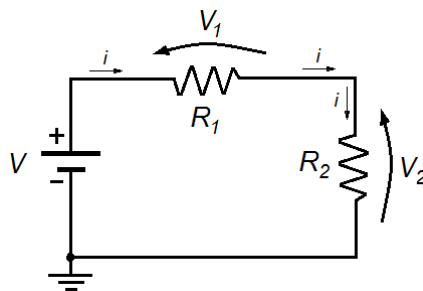

Figura 1: Esquema elétrico do circuito divisor resistivo.
Neste item analisaremos o circuito divisor resistivo apresentado na **Figura 1**.
Meça o valor experimental dos resistores R_1 e R_2 com o ohmímetro, e a seguir monte o circuito da **Figura 1** num **protoboard** (informações sobre protoboard encontram-se no **Anexo 3_Protoboards.pdf** situado na pasta **Anexos da Experiência 01**).
- Programe a fonte de tensão para fornecer **12 V** e conecte-a ao circuito da Figura 1.
- Calcule** a tensão V_2 do circuito da Figura 1, considerando: os valores experimentais dos resistores e resistência interna infinita do voltímetro (voltímetro ideal).
- Compare** os resultados dos cálculos com os resultados experimentais (item 2.1)
Troque os resistores da Figura 1 para os valores $R_1 = R_2 = 10 \text{ M}\Omega$, mantendo a tensão de alimentação em 12 V .
Repita a montagem do circuito resistivo da Figura 1 com $R_1 = R_2 = 100 \text{ k}\Omega$. No entanto, agora você irá alimentar o circuito com uma fonte de tensão alternada (utilize o gerador de funções modelo **33500B da Agilent**. Mais informações acesse o manual do equipamento).